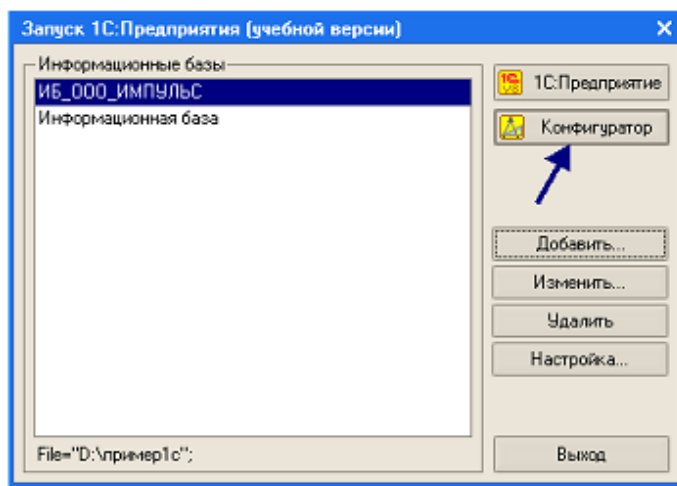

Рис. 11
6. В диалоговом окне щелкните на кнопке (см. стрелку) и в открывшемся окне просмотра, укажите каталог, в котором будет храниться информационная база и щелкните на кнопке *Готово* - откроется диалоговое окно **1С:Предприятие** (рис. 11).